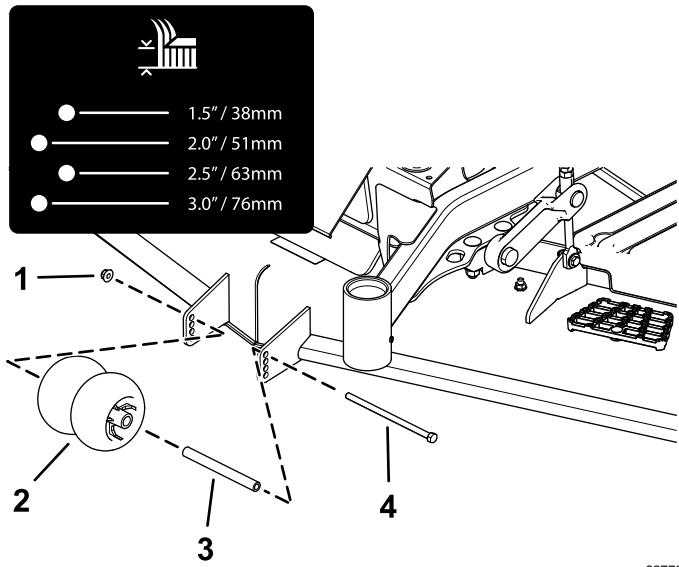
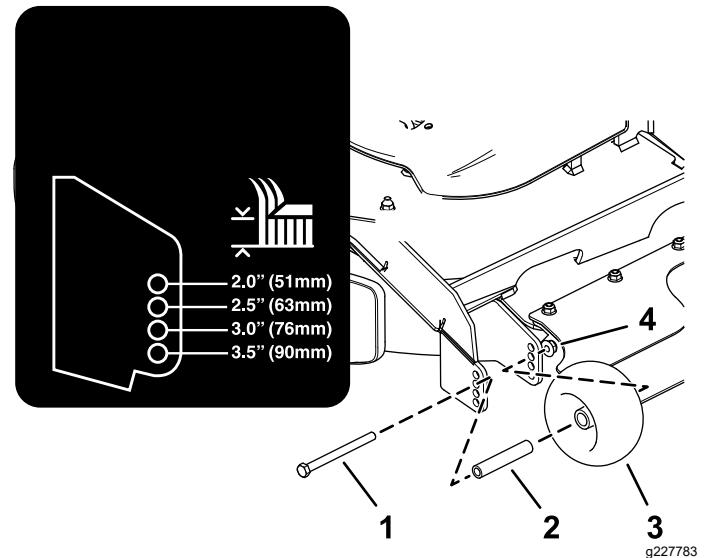

Figura 26
Figura 27
4. Ajuste los rodillos protectores del césped, tal y como se muestra en la Figura 26 y la Figura 27.